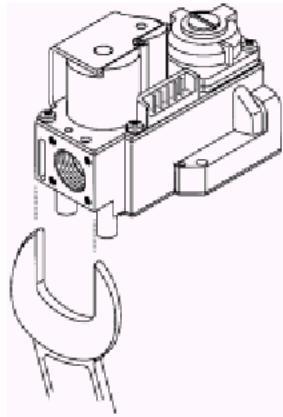

Рис. 3.
- Затяните соединения регулятора с помощью двухстороннего гаечного ключа. Смотрите рис. 3.